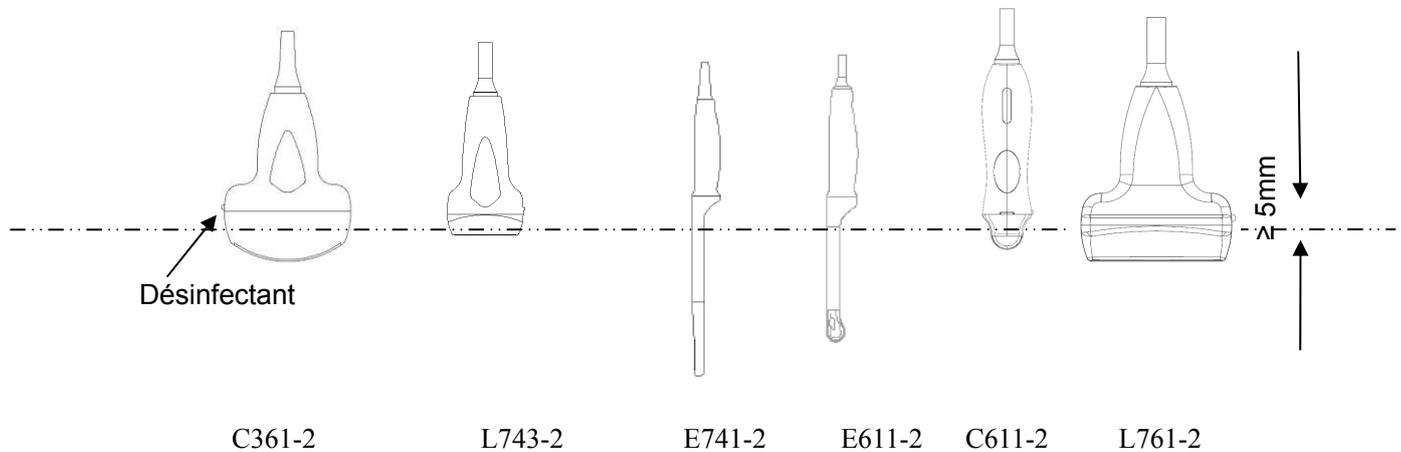

Figure 14-1 Profondeur de la sonde immergée dans un désinfectant
2. Placez la sonde, une fois nettoyée et sèche, en contact avec le désinfectant (reportez-vous à la figure 14-1 pour repérer la zone de contact) pendant la durée indiquée par le fabricant du désinfectant.